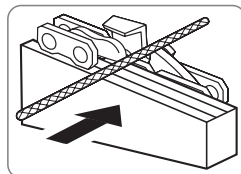

Fig. 8
4. Lime siempre desde el interior hacia el exterior, guiando la lima desde el interior del diente hacia afuera y levantándola en el movimiento de retorno (fig. 8).